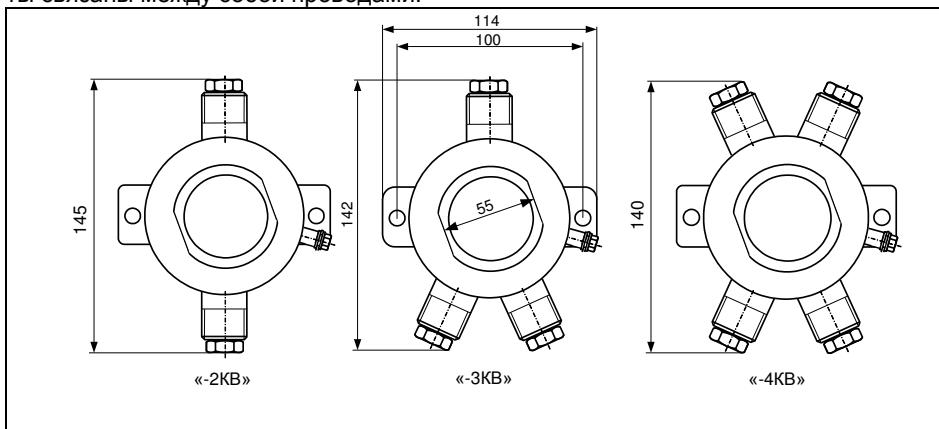

Рисунок 1 – Варианты исполнения корпуса
5.1.1 Адаптер (рис. 1) состоит из стального корпуса с кабельными вводами (число кабельных вводов – 2, 3, 4 – определяется вариантом исполнения), в котором размещены две печатные платы с элементами схемы, закрываемым навинчивающейся крышкой со смотровым окном. Герметичность корпуса обеспечивается резиновыми уплотнениями. На верхней плате расположена собственно схема адаптера ЛИН-RS232, винтовые клеммные зажимы и светодиодные индикаторы (см. рис. 2). На нижней плате располагается DC-DC преобразователь напряжения, осуществляющий питание схемы и выдающий напряжение в линию питания-связи устройств «СЕНС». Платы связаны между собой проводами.